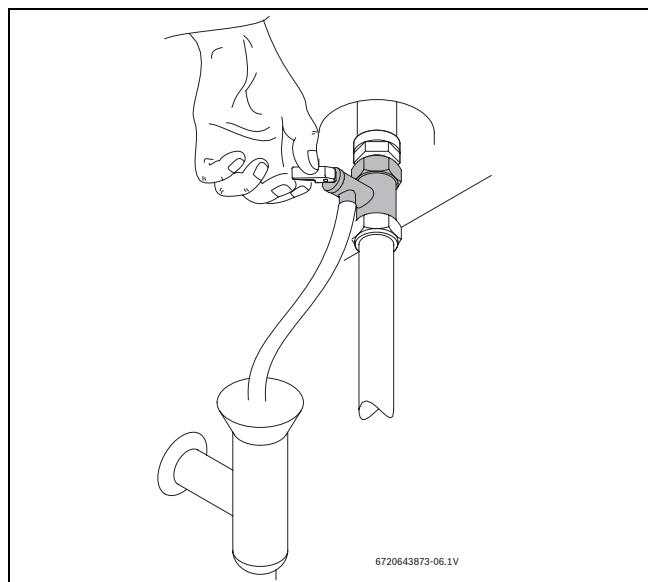

Fig. 9 Accionamento manual da válvula de segurança
- ▶ Abrir a válvula de segurança (→ Fig. 9).
- ▶ Abrir manualmente a válvula de segurança pelo menos uma vez por mês (→ Fig. 9).